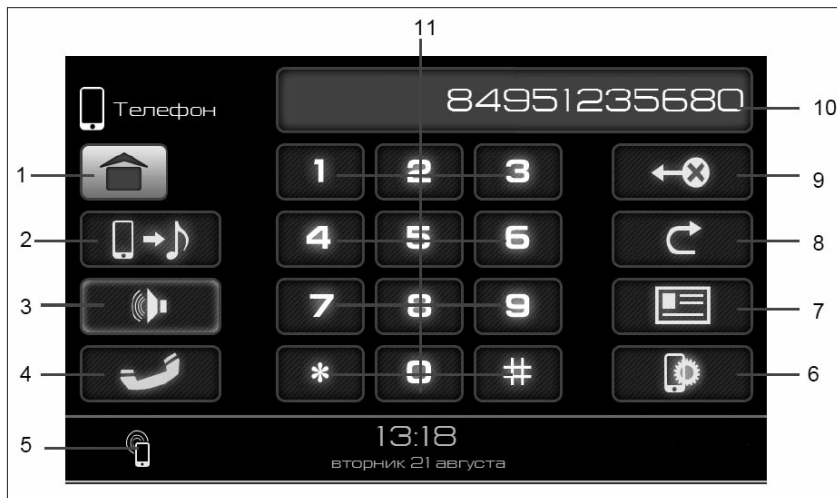
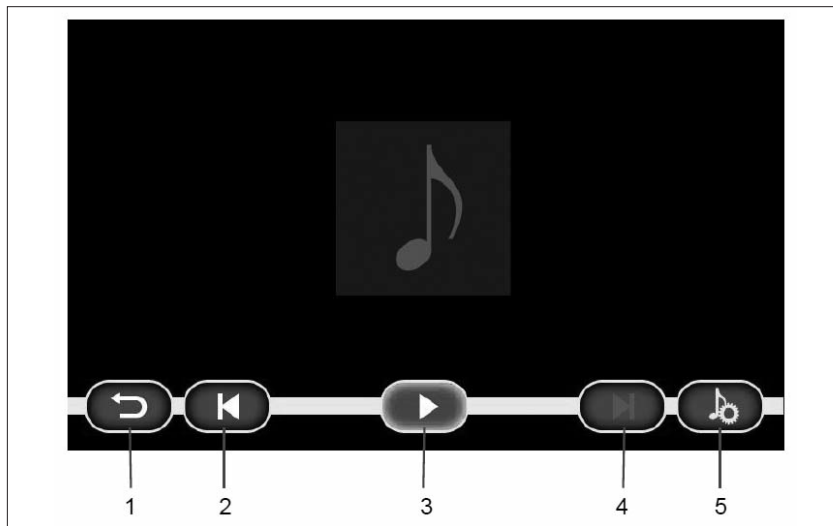

Рис. 10. Окно режима «Телефон»
Рис. 13. Окно проигрывания аудиофайлов с телефона
Подтверждение соединения с телефоном отображается появлением символа телефона (5) (рис. 10) в нижнем левом углу в следующих окнах: главное меню, телефон, радио, аудио, видео, фотографии, настройки, информация.
Выберите режим работы с телефоном последовательным нажатием кнопки **MODE** (рис. 1) на лицевой панели или нажатием кнопки «Телефон» (рис. 2) в главном меню на дисплее. Наберите номер, используя цифровую клавиатуру (кнопки **11**, рис. 10). Для исправления ошибок набора используйте кнопку **9** (рис. 10). Однократное нажатие удаляет последний введенный символ. Удержание кнопки **9** (рис. 10) более одной секунды позволяет удалить все введенные символы. Нажмите кнопку **4** (рис. 10) для вызова абонента, при этом появляется окно диалога. Для завершения разговора нажмите кнопку
4 (рис. 11). Для повтора последнего набранного номера нажмите кнопку **8** (рис. 10).
Для перехода в окно телефонной книги нажмите кнопку **7** (рис. 10). При первом подключении будет осуществлена загрузка телефонной книги из вашего телефона. Время загрузки зависит от размера телефонной книги и может занять несколько минут. Фотографии контактов с телефона не переносятся.
Переключиться в этот режим можно, нажав кнопку **2** (рис. 10). Экран проигрывания аудиофайлов с телефона аналогичен экрану воспроизведения аудиофайлов с SD- и USB-карты памяти и имеет следующие кнопки управления (рис. 13). Информация о проигрываемом файле не отображается.
При нажатии кнопки старта воспроизведения (кнопка **3**, рис. 13) в телефоне в фоновом режиме запускается плеер, открыв который можно увидеть информацию о проигрываемом треке. Управление проигрыванием можно осуществлять из плеера телефона.